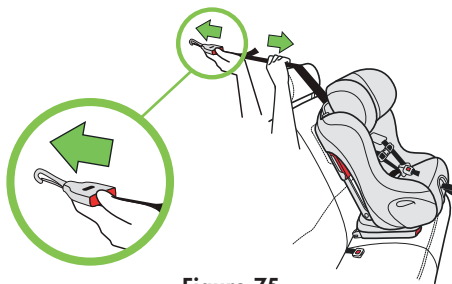

Figure 75
- Allongez la courroie d'ancrage supérieure en pressant et en tenant le bouton de réglage du harnais, tout en tirant sur la bandoulière, comme sur la **Figure 75**.